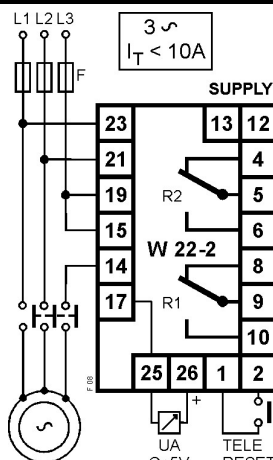

Fig. 8
Seguire lo schema di fig.8
- a) Se I_T è minore di 10A si può usare l'inserzione diretta (v. schemi di fig.8 e 10.)
Tensione motore 400Vac, $I_T=3,5A$ (fig.8).
Follow diagram of fig.8
- a) If I_p is lower than 10A the device is by direct insertion connected (fig.8 and 10)
Motor Voltage 400Vac $I_p=3,5A$ (fig.8).